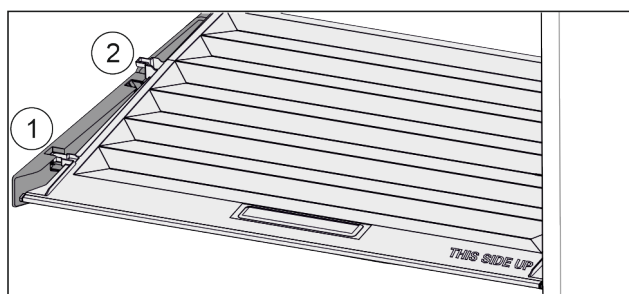

Fig. 40
- ▶ Vytáhněte víko dopředu až k otvoru v předřzných dílech Fig. 40 (1).
- ▶ Vzadu zesponu nadzvedněte a vyjměte směrem nahoru Fig. 40 (2).